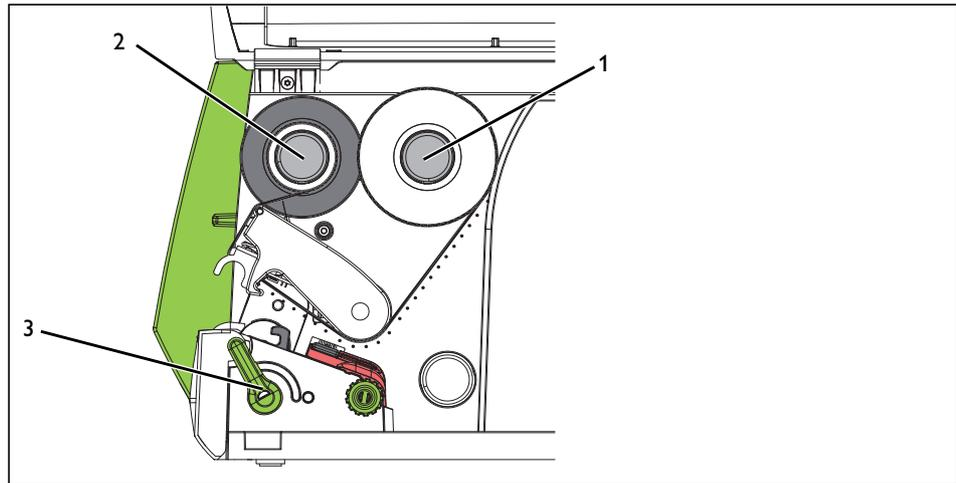

Bild 2-5 Farbbandlauf
- Um den Druckkopf anzuheben, drehen Sie den grünen Hebel (3) gegen den Uhrzeigersinn.
- Schieben Sie die Farbbandrolle so auf den Abwickler (1), dass die Farbbeschichtung der Folie beim Abwickeln nach unten weist.
- Die Farbbandrollen für diesen Drucker von Phoenix Contact haben eine außengewickelte Farbbeschichtung. Beachten Sie die in Bild 2-5 gezeigte Abwickelrichtung. **Bei einer falschen Lage der Farbbeschichtung klebt die Folie am Druckkopf fest.**
- Schieben Sie den leeren Kern einer Farbbandrolle auf den Aufwickler (2).
- Führen Sie das Farbband wie in Bild 2-5 durch die Druckbaugruppe. Führen Sie das Farbband über dem Etikettensensor entlang.